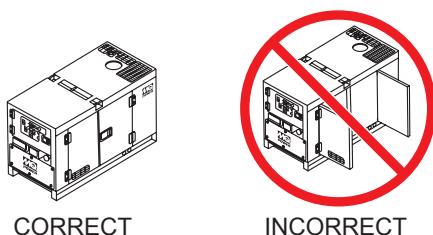

Figure 40. Portes de l'enceinte du moteur
4. Fermer toutes les portes de l'enceinte du moteur (Figure 40).